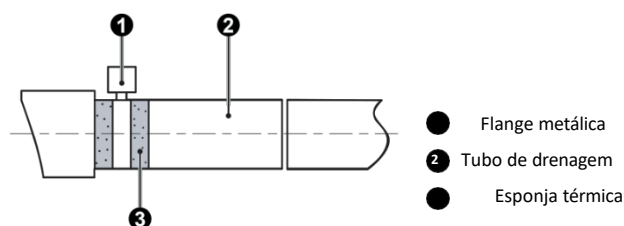

Fig. 4.3.2
- 1 Insira o tubo de evacuação no orifício de evacuação e fixe-o com fitas, conforme ilustrado na Fig. 4.3.2. O modelo é fornecido com um tubo de evacuação, enquanto que para os outros modelos, deve adquirir o tubo de evacuação por conta própria.